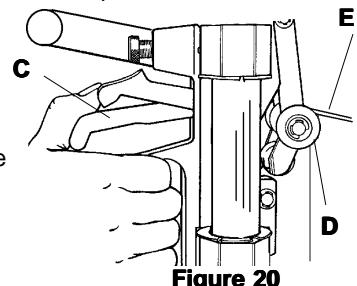

Figure 20
7. Raise the **CUTTING HEAD** and depress the **LONG THUMB LEVER (C)** to push the white **BREAK OUT ROLLERS (D)** against the plastic (E) near the top edge as in **Figure 20**. Press on the **LONG THUMB LEVER** until you hear the cracking sound of the plastic breaking. While holding this same pressure on the **ROLLERS**, bring the **CUTTING HEAD** all the way down as far as it will go. The plastic will have broken along the score line.
7. Schieben Sie den **Schneidekopf** hoch und drücken Sie den **langen Hebel (C)** nieder, um die weißen **Ausbrechrollen (D)** gegen die Plastikscheibe (**E**) an der oberen Kante anzulegen (siehe **Abbildung 20**). Drücken Sie auf den **langen Hebel** bis Sie ein Brecheräusch hören. Ohne den Druck auf die Rollen zu verändern ziehen Sie jetzt den **Schneidekopf** so weit wie möglich nach unten. Die Plastikscheibe wird jetzt an der Anrißlinie gebrochen sein.
7. Levez la **TÊTE DE COUPE** et appuyez sur le **LEVIER DE TAQUET LONG (C)** pour pousser les **ROULEAUX DE DÉCOUPAGE** blancs (**D**) contre le plastique (**E**) près du rebord supérieur comme dans la **Figure 20**. Appuyez sur le **LEVIER DE TAQUET LONG** jusqu'à ce que vous entendiez le son du plastique qui se casse. Tout en maintenant la même pression sur les **ROULEAUX**, rabaissez la **TÊTE DE COUPE** tout à fait en bas. Le plastique sera découpé en suivant la ligne d'entaille.